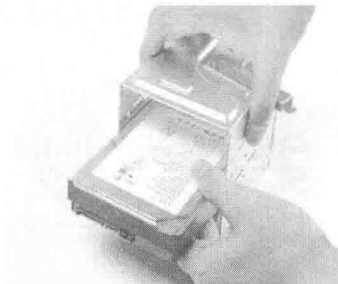

图 1-21 将硬盘安装到硬盘托架上
(2) 将硬盘安装到托架中, 并拧紧螺钉, 如图 1-21 所示。